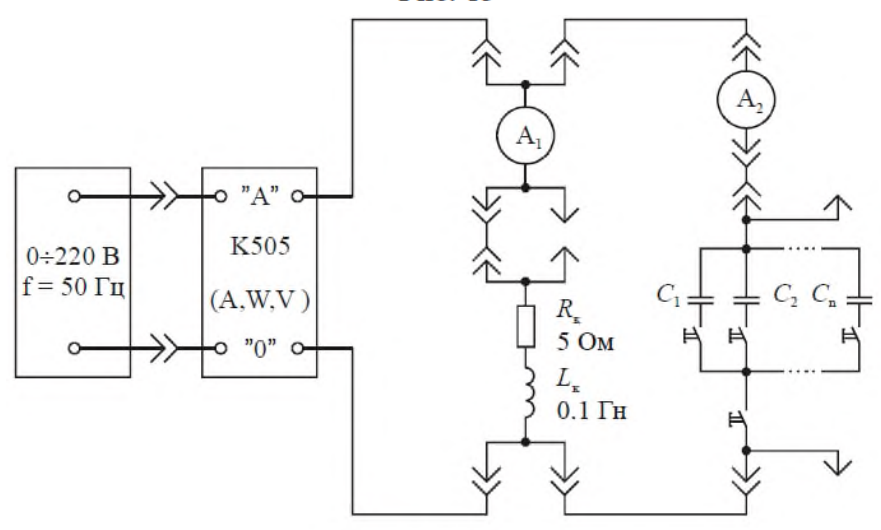

Рис. 14
13.1. Собрать электрическую цепь из параллельно включенных катушки индуктивности и батареи конденсаторов в соответствии с монтажной схемой, приведенной на рис. 14;